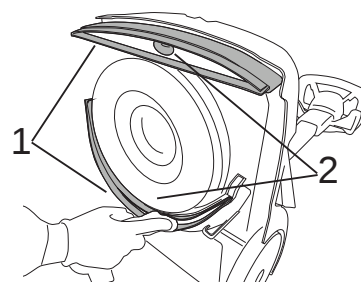

Fig.37
- Rengjør bladene på begge sugenalene med en klut (fig.37, ref.1).
- Rengjør oppsamlingssenheter på begge sugenalene (fig. 37 - ref. 2).